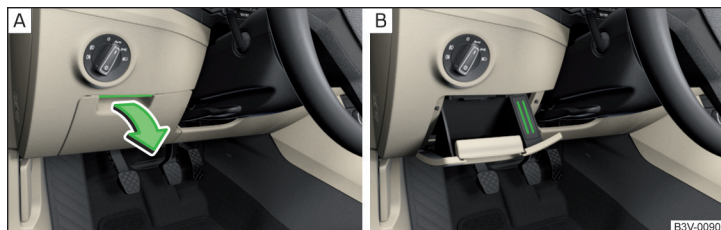

Fig. 81 Deschiderea compartimentului de depozitare/suportului pentru hârti
- Pentru **deschidere**, ridicați mânerul și deschideți compartimentul în sensul săgeții » fig. 81 - **A**.
În compartimentul de depozitare se află un suport pentru hârti » fig. 81 - **B**.